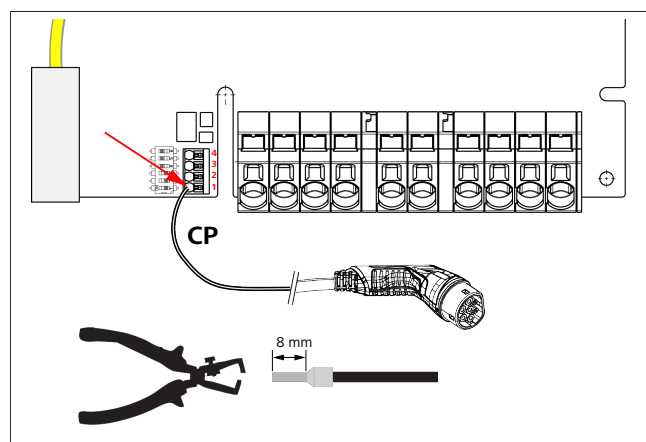

Bild 7
- Anslut de olika kabeländarna enligt bildanvisningen (Bild 7) på det högra terminalblocket med texten "OUT" med hjälp av spårskruvmejseln (3,5 mm).